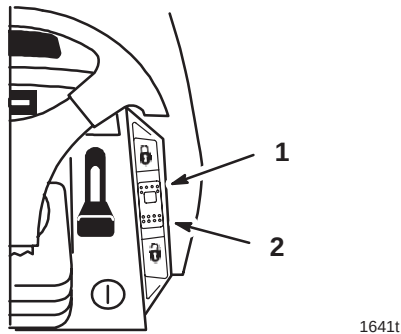

Figure 15
Une commande de vitesse de croisière est disponible en option sur certains modèles. Elle est actionnée par un commutateur à trois positions, verrouillage (à ressort), marche, et déverrouillage (Fig. 15), sur le tableau de bord. La commande de vitesse de croisière maintient la position de la commande de traction sans pression du pied. Elle est destinée uniquement à la marche avant. Ne pas l’utiliser en marche arrière.
1. Conduire le tracteur en marche avant à la vitesse souhaitée, voir Marche avant ou arrière, page 21. Sans modifier la pression du pied sur la pédale de traction, pousser le commutateur de vitesse de croisière (Fig. 15) en position de verrouillage.
1. Maintenir du pied une pression constante sur la pédale de traction, et mettre le commutateur de vitesse de croisière (Fig. 15) en position déverrouillée.